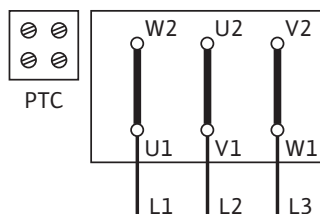

Fig. 45: Avviamento Y-Δ (standard)
Lo schema dell'allacciamento elettrico è riportato sulla morsettieria (vedi anche Fig. 45/46).
- L'alimentazione di rete della morsettieria dipende dalla potenza motore P_2 , dalla tensione di rete e dal tipo di connessione. Per il collegamento necessario ai ponti di connessione nella morsettieria consultare l'elenco seguente "Tab. 4: Assegnazione dei morsetti" a pagina 48 e la Fig. 45/46.
| Avviamento Y-Δ (standard) | Rimuovere i ponti di connessione (Fig. 45) |